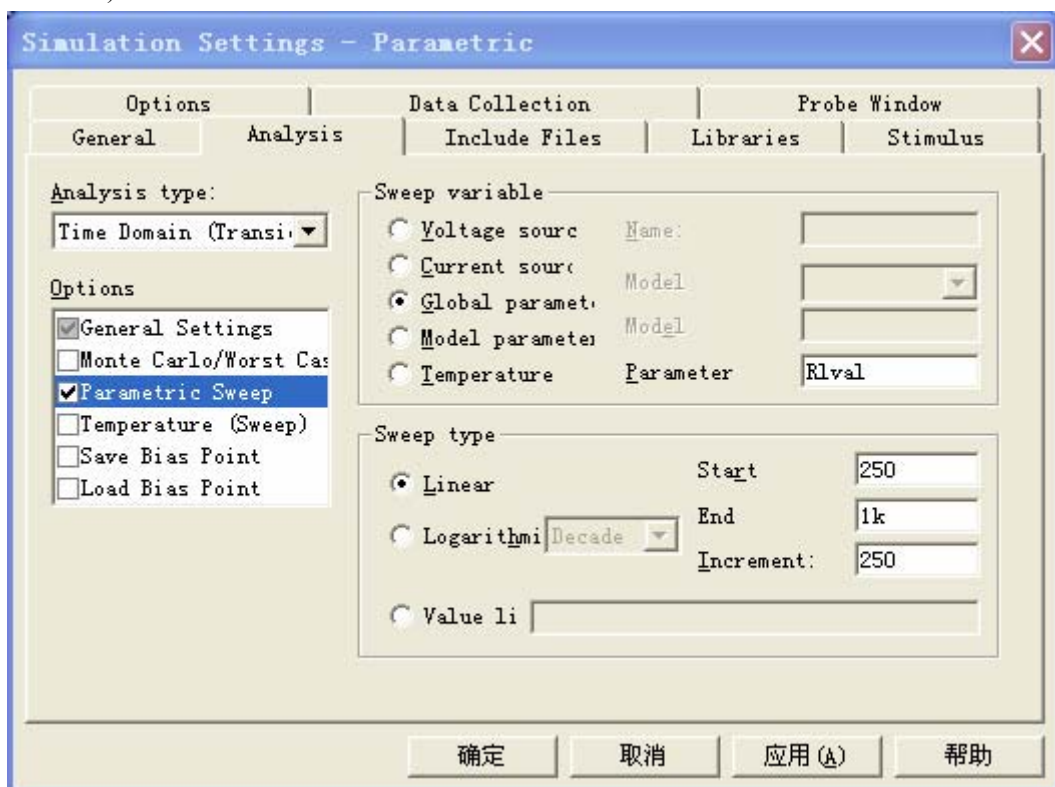

图 3.4.5: 参量扫描的仿真设置窗口
- 5) 在 Options 选项下面，选择 Parametric Sweep 参量扫描，见图 3.4.5。
- 6) 对于扫描变量，选择全局参数并输入 Parameter name 参数名：Rlval。在 Sweep type 扫描类型的下面给出 Start value 起始值、End value 结束值和 Increment 增量，对于这些参数我们分别用 250、1kOhm 和 250。（见图 3.4.5）。